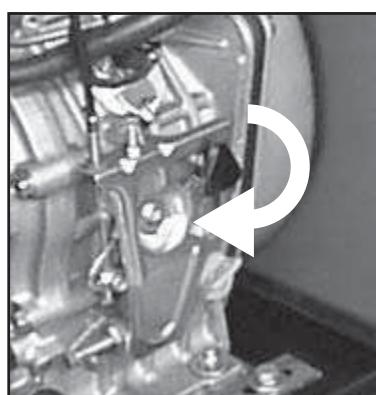

Fig.4
1) Ställ in gaskontrollen som sitter på motorn (se fig. 4), längst ner (maximalt varvtal)